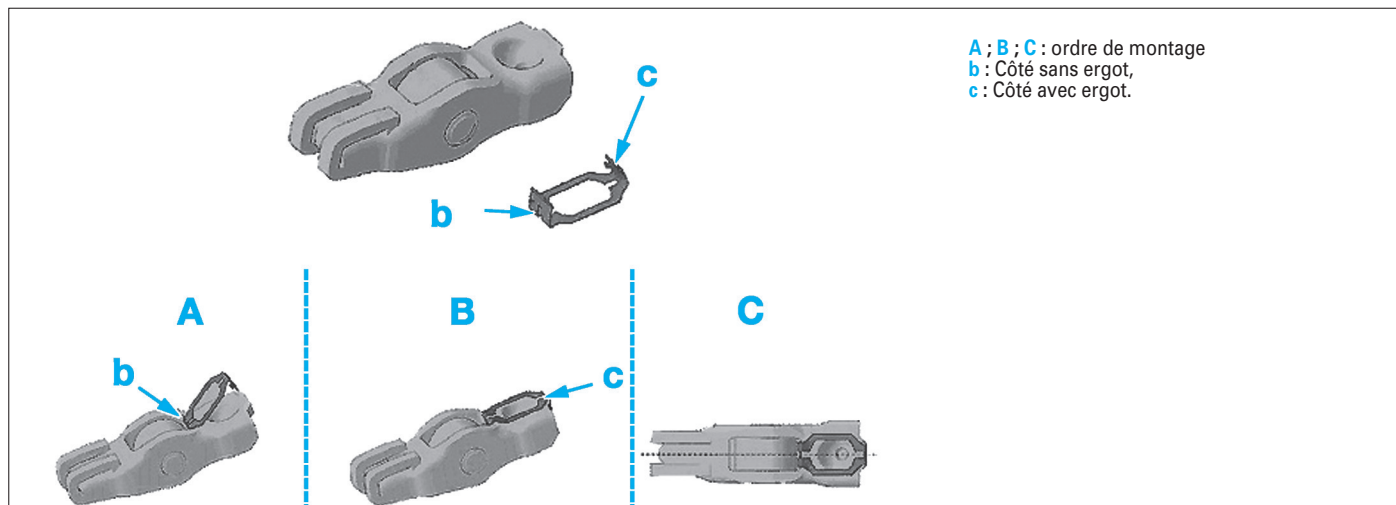

Fig. 85
- Mettre en place les agrafes de maintien des linguets sur les poussoirs (Fig.85).